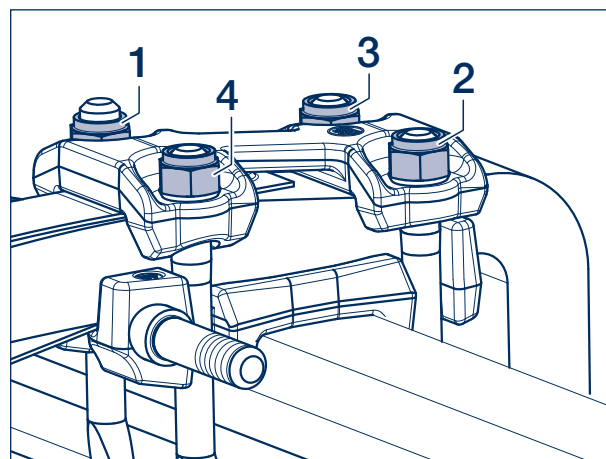

Рисунок 38
- [32] Затянуть стопорные гайки (1057, размер 32) (1330, размер 36) крест-накрест с помощью динамометрического ключа в последовательности 1-2-3-4 (см. рисунок 38).